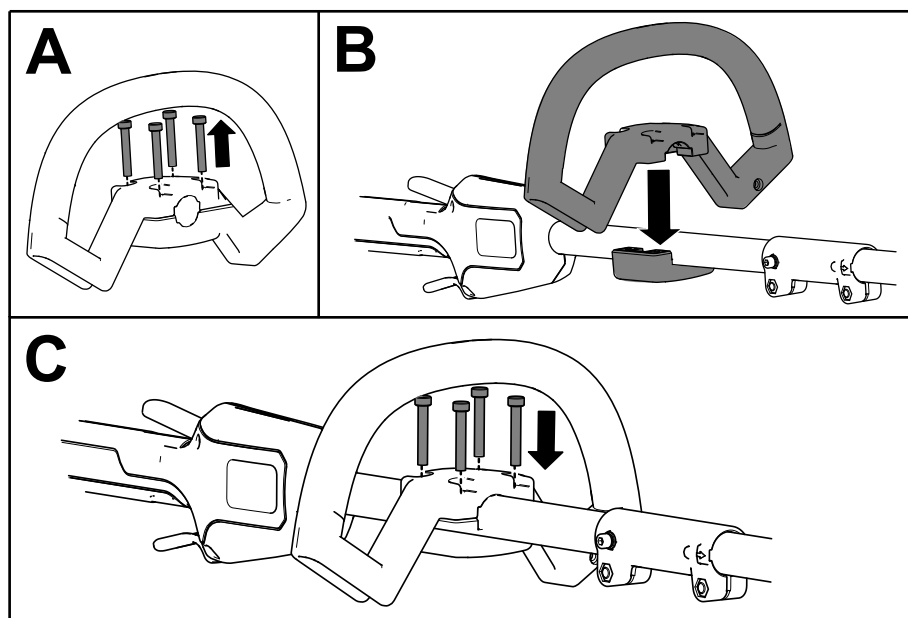

Figure 7
1. Séparez la poignée auxiliaire du support en retirant les 4 vis à tête creuse à l'aide de la clé Allen fournie (A de la Figure 7).
2. Placez la poignée auxiliaire au-dessus de son support sur le manche (B de la Figure 7).
3. Fixez la poignée auxiliaire à son support à l'aide des 4 vis à tête creuse retirées précédemment (C de la Figure 7).